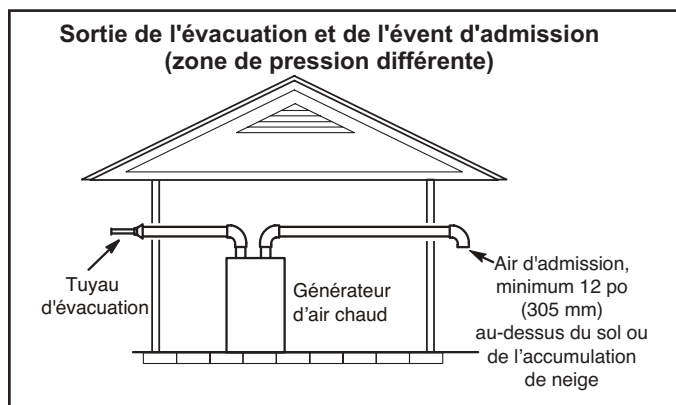
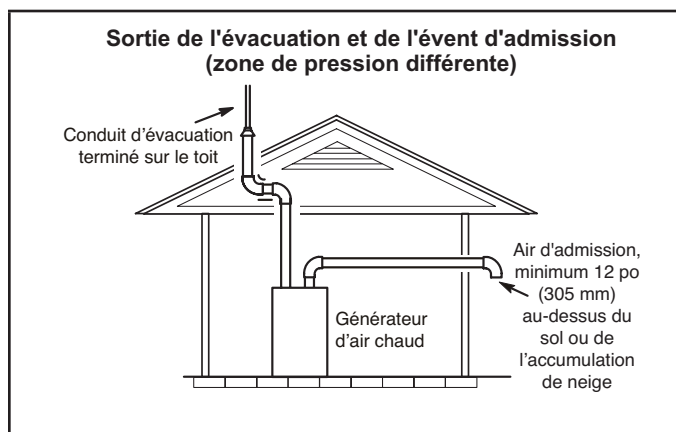

FIGURE 31
FIGURE 32
- 1 - Il n'est pas nécessaire que les terminaisons d'évacuation se trouvent dans la même zone de pression. L'admission peut sortir d'un côté de la structure et l'évacuation d'un autre côté (FIGURE 31). L'évacuation peut sortir par le toit et l'admission par le côté de la structure (FIGURE 32).
- 2 - Utiliser un grand tournevis à tête plate ou une douille d'entraînement de 1/2 po pour retirer le capuchon (figure 31) du boîtier du collecteur de l'extrémité froide à l'emplacement approprié sur le côté de l'appareil. Installer un coude de 3/4 po NPT sur le boîtier du collecteur de l'extrémité froide. Utiliser de l'adhésif au Téflon ou un enduit d'enrobage approprié.